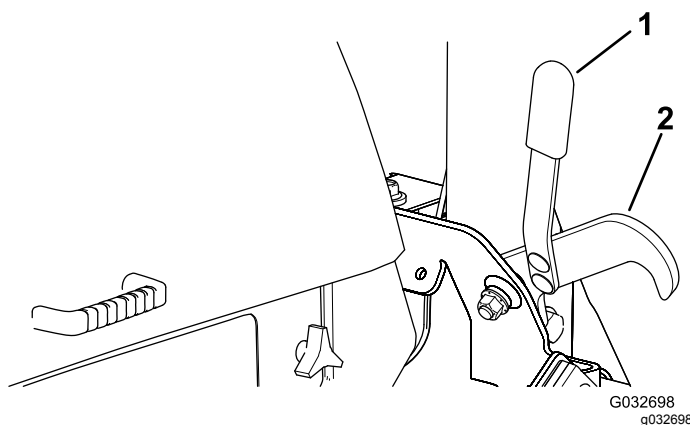

Figura 29
2. Stando seduti sul sedile dell'operatore, girate la chiave di accensione in posizione di FUNZIONAMENTO (Figura 29).